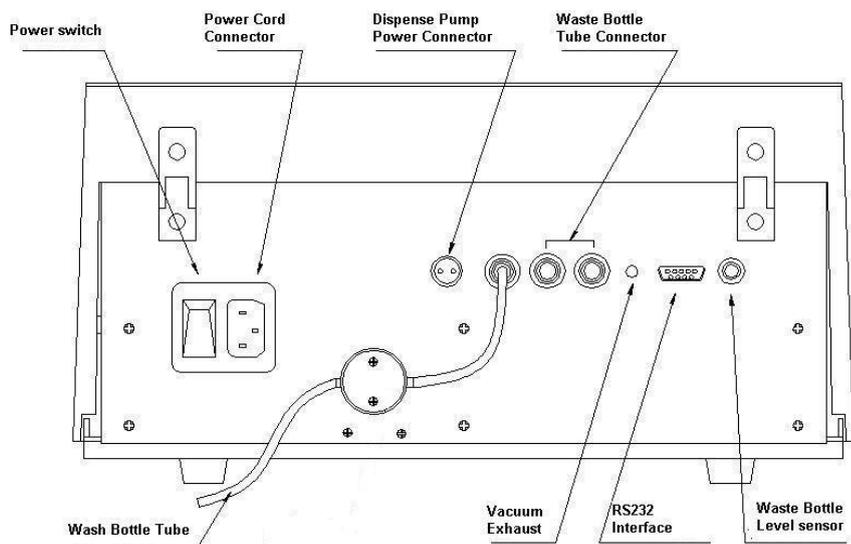

Figura 2. Vista posteriore del sistema RT3000
I connettori sul retro del sistema RT3000 sono mostrati nella Figura 2.
4. Collegare l'estremità del tubo di lavaggio al connettore del tubo del flacone di lavaggio sul retro dello strumento (Figura 2).
5. Collegare il cavo di alimentazione della pompa di erogazione al connettore di alimentazione della pompa di erogazione sul retro dello strumento (Figura 2).